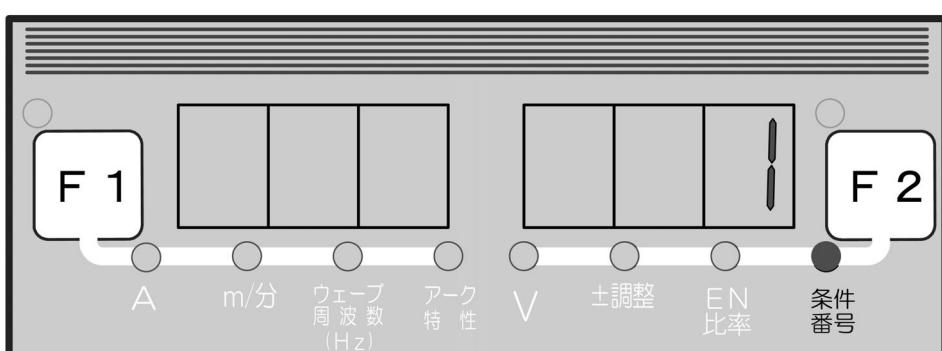

図1 条件番号表示
- 記憶キー(⑥)を押します。記憶モードになり、記憶キー左上のLEDが点灯し、図1のような画面となります。右側デジタルメータに条件番号が点滅表示され、条件番号LEDが点灯します。左側デジタルメータには何も表示されません。この状態でパラメータ調整ツマミ(右)(⑧)により、条件番号を変更できます。
(i) 読出キー (⑤) を押します。読出モードになり、読出キー左上のLEDが点灯し、図1の画面となります。右側デジタルメータに条件番号が点滅表示され、条件番号LEDが点灯します。左側デジタルメータには何も表示されません。この状態でパラメータ調整ツマミ(右) (⑧) により、条件番号を変更できます。